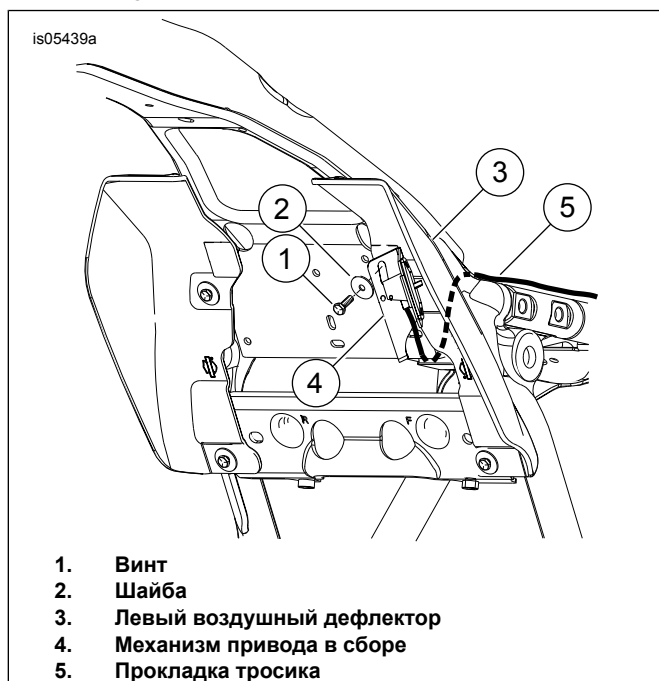

Рисунок 5. Установка механизма привода в сборе с воздушным дефлектором для центральной части рамы
3. См. Рисунок 5. Вытяните пластиковый зажим крепления провода свечи зажигания из отверстия в пластине рамы в том месте, где планируется установить кронштейн ручки регулировки. Утилизируйте пластиковый хомут.
8. Рисунок 5 Убедитесь, что тросик регулировки кронштейна не соединен с монтажным кронштейном. Начиная с конца механизма привода в сборе проложите тросик спинки под пластиной поперечины и вверх через раму (5).
10. Рисунок 5 Задвиньте плоскую сторону кронштейна механизма привода в сборе (4) за провода и совместите верхнее монтажное отверстие дефлектора с пазом в кронштейне ручки регулировки. Убедитесь, что крючок/изогнутый выступ кронштейна касается края пластины поперечины. После совмещения вставьте винт с шайбой и затяните его.